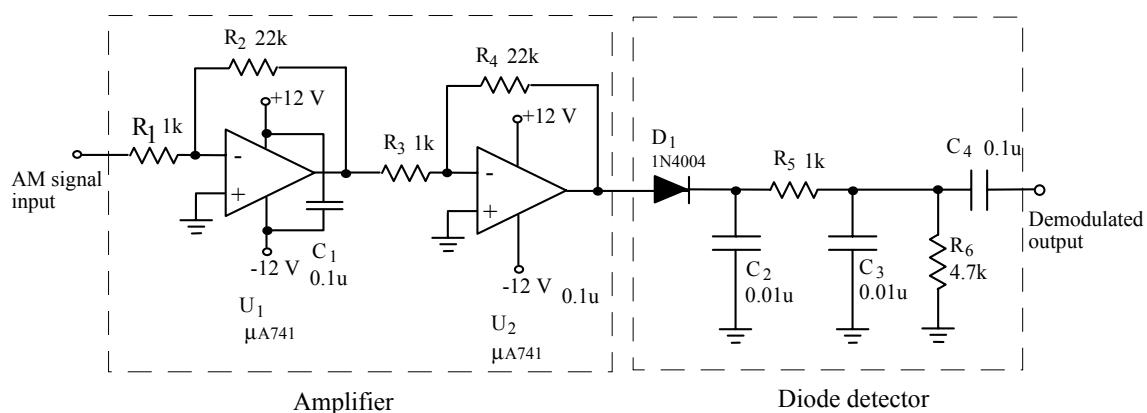

Fig. 4-3 Diyot detektör devresi
Fig. 4-3 pratik bir diyot detektör devresini göstermektedir. R_1 , R_2 , R_3 , R_4 , U_1 ve U_2 elemanları birbirine kaskat bağlanmış iki evirici kuvvetlendiriciyi oluşturmaktadırlar. Bu kuvvetlendirici bloğu AM işaretini için gerekli kazancı sağlamaktadır. AM işaretini D_1 diyotu tarafından doğrultulduktan sonra C_2 , C_3 ve R_5 dirençlerinden oluşan alçak geçiren filtreye girmektedir. Alçak geçiren filtrenin çıkış işaretini pozitif bölgesinde bir zarf işaretini ve bir DC seviyedir. C_4 kapasitesi, DC bileşenlerin süzülmesini sağlarken AC bileşenlerinde geçmesini sağlamaktadır.
1. Fig. 4-3 diyot detektör devresinde, eğer μ A741 işlemsel kuvvetlendiricisi ihmal edilirse çıkış işaret ne olur?